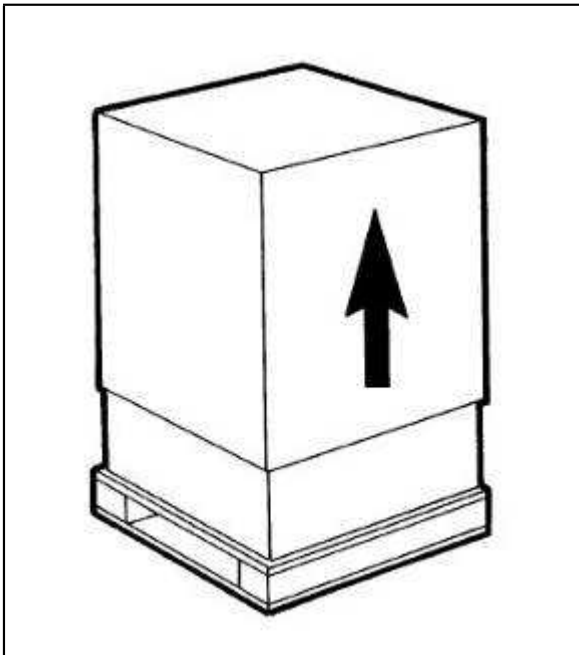

Abb. 1
a) Das Gerät auspacken und auf eventuelle Transportschäden untersuchen (Abb. 1). Die Originalverpackung für die Winterlagerung aufbewahren.